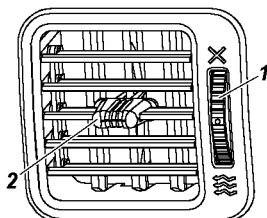

Рис. 3.12. Сопло обдува:
-обдув ветрового стекла, передних боковых стекол и салона через сопла обдува, если открыты заслонки (см. рис. 3.12);
Направление потоков воздуха можно изменять с помощью рычажков 2 (см. рис. 3.12) на соплах обдува.